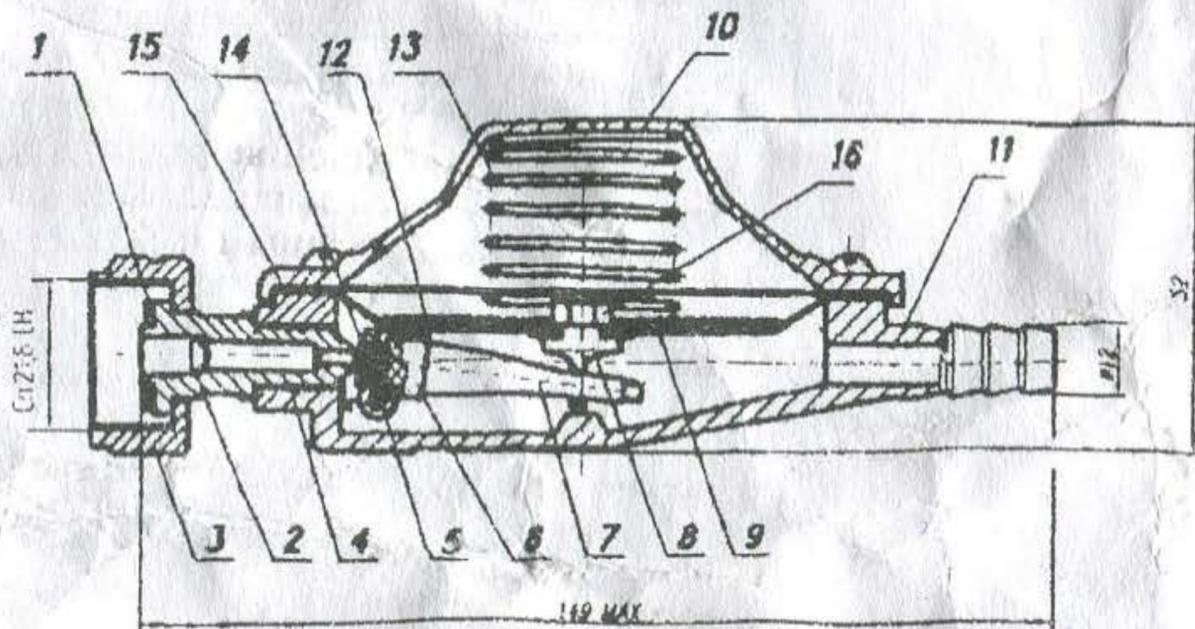

Рисунок 1. Регулятор давления РДСГ 1-1,2
1.1.3. К бытовым газовым аппаратам регулятор РДСГ 1-1,2 (рис.1) присоединяется при помощи рукава резинового для газовой сварки и резки металлов по ГОСТ 9356-75 (внутренний диаметр 10 мм).